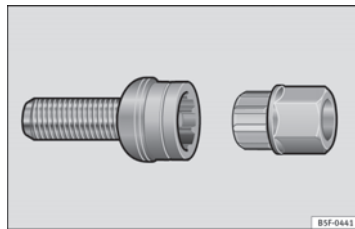

Abb. 177 Diebstahlhemmende Radschraube.
- Setzen Sie den Adapter bis zum Anschlag in die diebstahlhemmende Radschraube ein ⇒ **Abb. 177**.